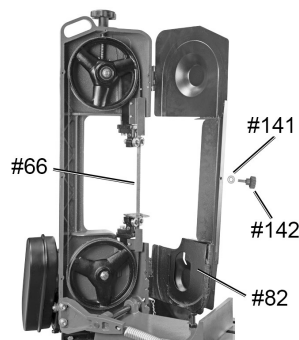

Fig. 10
3. Enlevez la vis (n° 142) et la rondelle plate (n° 141) pour ouvrir le couvercle de lame arrière (n° 82) [fig. 10]].
3. Enlevez la vis (n° 113) et la rondelle plate (n° 114) pour ouvrir le couvercle de lame arrière (n° 115 [fig. 10]).